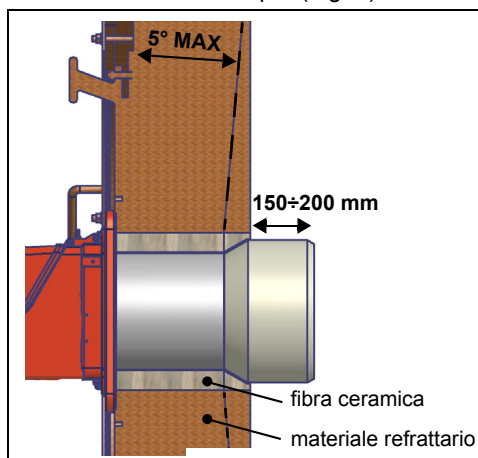
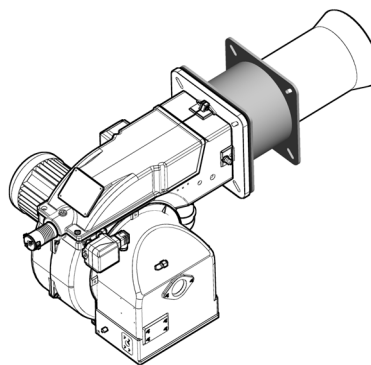
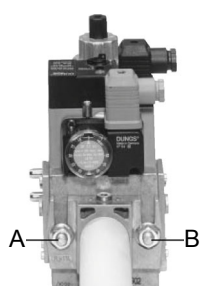

Fig. 5
Fig. 6
Fig. 7
I bruciatori descritti in questo manuale sono stati provati in camere di combustione rispondenti alla norma EN676, le cui dimensioni sono descritte nel diagramma. Nel caso in cui il bruciatore debba essere abbinato a caldaie con camera di combustione di diametro inferiore o di minore lunghezza di quelle descritte nel diagramma, contattare il Costruttore per verificare che esso si adatti all'applicazione per cui è previsto. Per abbinare correttamente il bruciatore alla caldaia, verificare la tipologia di boccaglio. Verificare inoltre che la potenza richiesta e la pressione in camera di combustione rientrino nel campo di lavoro. In caso contrario dovrà essere rivista la scelta del bruciatore, consultando il Costruttore. Per la scelta della lunghezza del boccaglio applicare la regola seguente, anche in difformità alle indicazioni del costruttore della caldaia: Caldaie a tre giri di fumo (con il primo giro fumi nella parte posteriore): il boccaglio deve entrare in camera di combustione per circa 150÷200 mm (Fig. 5). La lunghezza dei boccagli non sempre soddisfa questo requisito, pertanto potrebbe essere necessario utilizzare un distanziale di misura adeguata, che serve a far arretrare il bruciatore in modo da soddisfare le misure di cui sopra (Fig. 6).
3. stringere le viti A, B, C e D (Fig. 4 - Fig. 5), rispettando le posizioni di montaggio (Fig. 7);